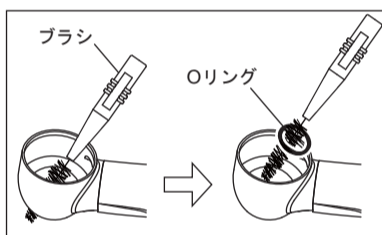

図15
- \* Oリングはヘッド内部に張り付いていることがあります。その際は、付属のブラシを奥まで挿し込んで取り外してください（図15）。